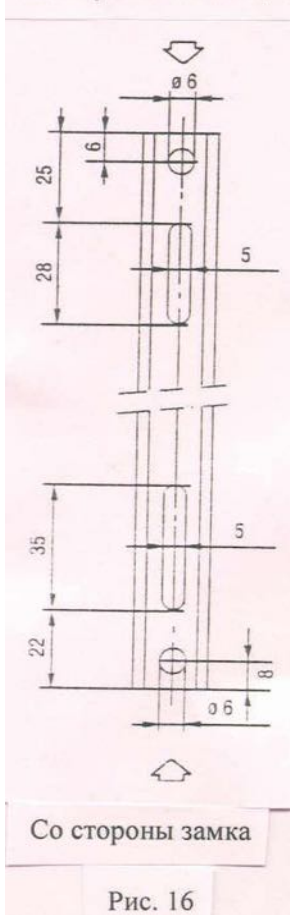

Рис. 16
- 3) Прodelать круглые и овальные отверстия на концах тяг (см. рис.16).